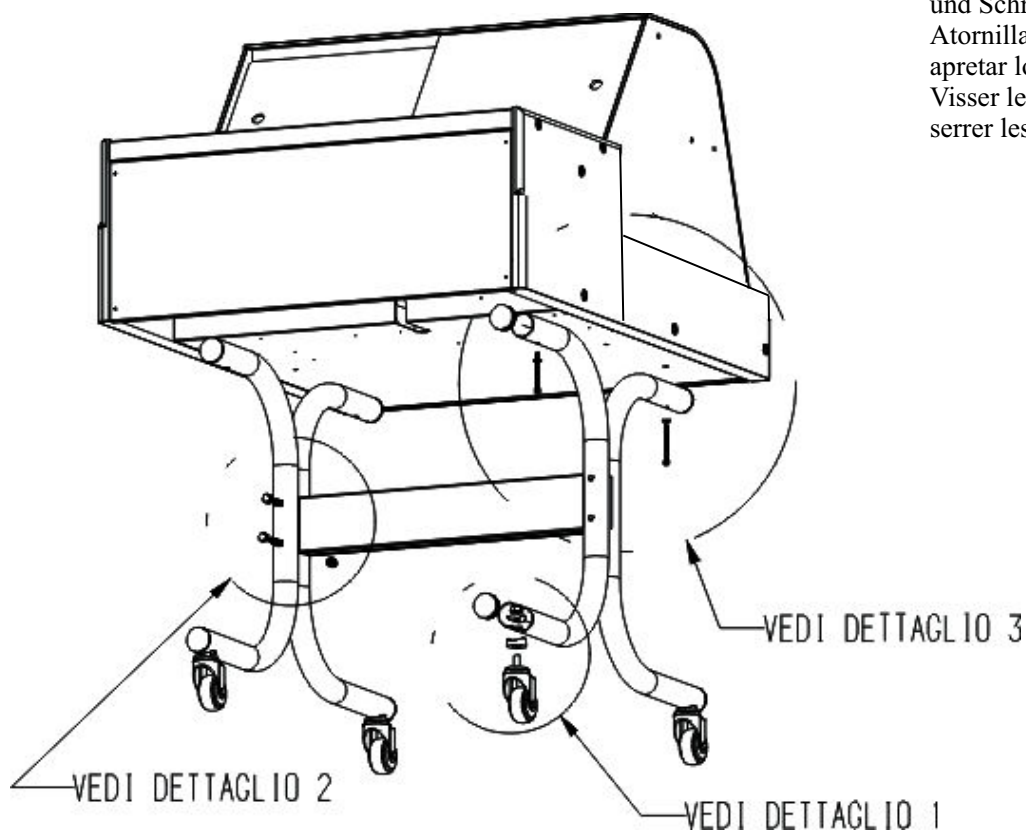

FIG. 11
L'apparecchiatura può essere dotata di un basamento con ruote per facilitarne lo spostamento. **1.** Montare le 4 ruote con i relativi anelli, nei fori sotto le 4 barre che fanno da piede. **2.** Applicare il tappo nero (A) nei fori in testata dei 4 piedi con lo smusso rivolto dalla parte del bullone. **3.** Applicare la barra trasversale alla base dei 4 piedi serrando le 4 barre filettate con i dadi ciechi. **4.** Assicurarsi che la struttura sia montata correttamente e regga sforzi verticali prima di applicarvi sopra la macchina (Vedi fig. 11).
Das Gerät kann mit einer Basis mit Rädern ausgerüstet werden, welche das einfache Verstellen ermöglicht. **1.** Montieren Sie die 4 Räder mit den bezüglichen Ringen in Übereinstimmung mit den Löchern unterhalb der 4 Stangen, welche als Beine dienen. **2.** Bringen sie den schwarzen Stöpsel (A) auf den Löchern der 4 Bein-Köpfe an. Die Abfasung muss in Richtung des Bolzen ausgerichtet werden. **3.** Bringen Sie die transversale Stange an der Basis der 4 Beine an, indem Sie die 4 Stangen mit Gewinde mit den Hutmuttern anschrauben. **4.** Bevor Sie die Maschine aufsetzen, versichern Sie sich dass die Struktur korrekt montiert ist und vertikalen Lasten standhält (siehe Abb. 11).
El aparato consta de una estructura con ruedas para facilitar el desplazamiento. **1.** Montar las 4 ruedas en los agujeros debajo de las 4 barras que actúan como patas. **2.** Aplicar el tapón negro en los agujeros de la cabeza de las 4 patas con la parte redondeada hacia el perno. **3.** Aplicar la barra transversal en la base de las 4 patas apretando fuertemente las 4 tuercas con una llave. **4.** Asegurarse que la estructura esté montada correctamente y que pueda sostener esfuerzos verticales antes de poner encima el aparato (Ver fig. 11).
Deze toestel is uitgerust van wieltjes voor een makkelijke omgang. **1.** Plaats 4 wieltjes met ringen, in gaatjes onder de basisvoetjes. **2.** Zwarte dop (A) plaats je in gaatjes bij de 4 wieltjes met het kaartje gericht richting het bout. **3.** Je plaats het ijzeren staaf aan de basis van de voetjes met 4 moertjes. **4.** Controleer dus het basis element dat goed gemonteerd is vooraleer een toestel erop geplaatst wordt (zie Afb. 11).
A aparelhagem pode ser dotada de um monobloco com rodas, para facilitar a sua movimentação. **1.** Montar as 4 rodas com os relativos anéis, nos furos sob as 4 barras que funcionam como apoio. **2.** Aplicar a tampa preta (A) nos furos localizados na extremidade dos 4 pés, com a chanfradura em direção ao parafuso. **3.** Aplicar a barra transversal na base dos 4 pés, fechando as 4 barras roscadas com as porcas-tampo. **4.** Assegurar-se que a estrutura esteja corretamente montada e tolere os esforços verticais, antes de apoiar a máquina sobre ela (Ver fig. 11).
Apparaten kan vara försedd med ett understativ med hjul för att underlätta förflyttningen. **1.** Montera de 4 hjulen med tillhörande ringar i hålen under de 4 stängerna som fungerar som fötter. **2.** Sätt i den svarta pluggen (A) i hålen i änden på de 4 fötterna med avfasningen vänd mot bulten. **3.** Sätt i den tvärgående stäng längst ned vid de 4 fötterna och lås fast de 4 gängade stängerna med blinda muttrar. **4.** Se till att basstrukturen har monterats korrekt och att den klarar att bära upp vertikala belastningar innan maskinen placeras ovanpå (se fig. 11).
Apparatet kan udstyres med et bundstykke med hjul, som gør det nemmere at flytte det. **1.** Monter de 4 hjul med de tilhørende ringe i hulrummet under de 4 stænger, der fungerer som ben. **2.** Indsæt den sorte prop (A) i hulrummene øverst på de 4 ben med rejfningen vendt mod boltene. **3.** Sæt den tværgående stang nederst på de 4 ben og stram de 4 gevindskårne stænger fast med de blinde møtrikker. **4.** Kontroller at strukturen er monteret korrekt og at den kan holde til sidelæns træk, før maskinen anbringes på den (Se fig. 11).
Dit machine is uitgerust met wieltjes voor een makkelijke verplaatsing. **1.** Plaats 4 wieltjes met ringen in gaatjes onder de voetjes. **2.** Zwarte dop (A) plaatsen bij de 4 gaatjes met het kaartje naar het bout gericht. **3.** Plaats het ijzeren staaf aan de basis van de voetjes met 4 moeren. **4.** Het basis element nazien voor een machine erop geplaatst wordt (Zie fig. 11).